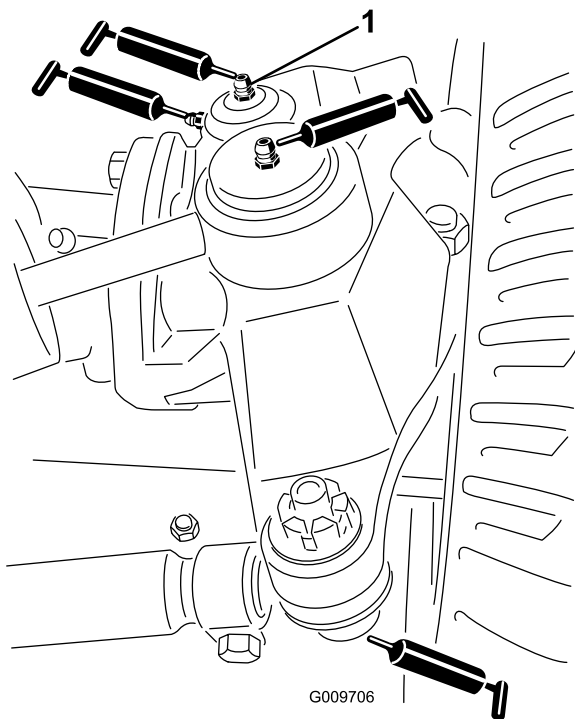

図 49
- ステアリングシリンダのボールジョイント 2ヶ所 図 49
- タイロッドのボールジョイント 2ヶ所 図 49
- キングピンのブッシュ2ヶ所 図 49。但しキングピン上部は1年に1回のみポンプ2回押しのみとする。